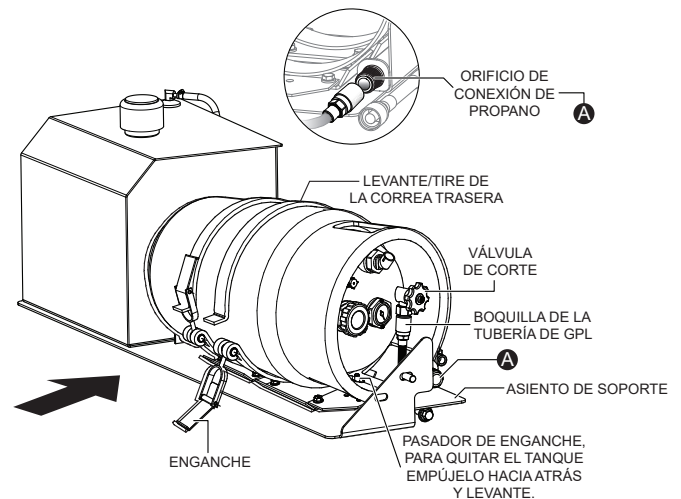

Figura 16. Retirada del tanque de propano
- CIERRE** la válvula de corte del tanque de propano (Figura 16).